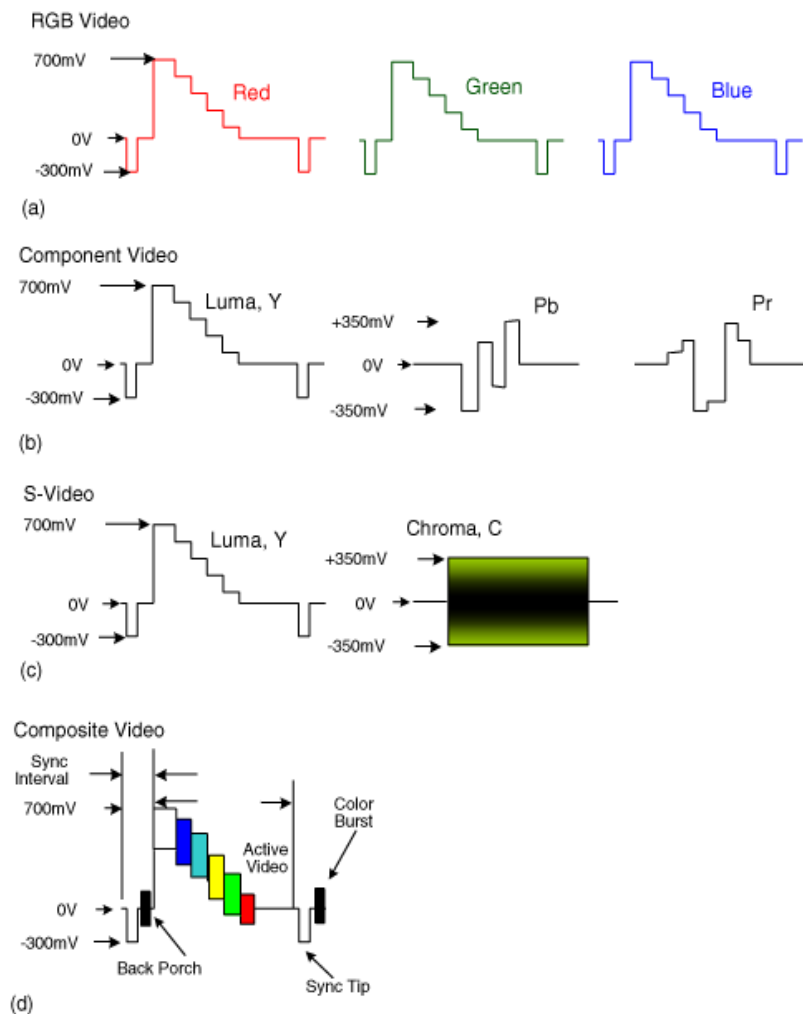

图3. 模拟视频信号波形
常见的模拟视频信号波形如图3所示，有 RGB、分量视频、S-视频、CVBS 等。模拟分量视频基本上保持了 CVBS 的亮度 (Y) 不变，但色度信号却被独立出来：Pb 是蓝色的差分信号，Pr 是红色的差分信号。模拟分量视频 (Y, Pb, Pr) 有几种格式：标清 (SD)，增强型清晰度 (ED or PS) 和高清 (HD)。CVBS、S-视频和分量视频中的 Y 分量，RGB 里的 G 分量，都带有行同步信号，可以用同步头钳位电路进行钳位。